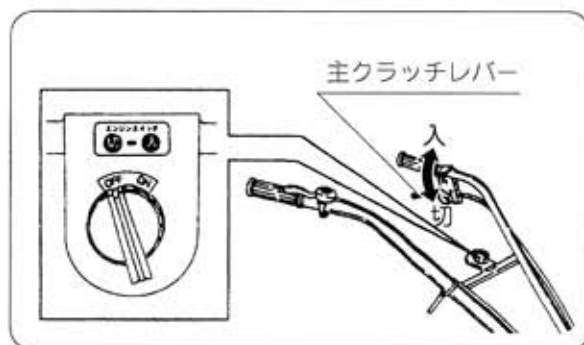

図13
- 1 主クラッチレバーを「切」位置にして、停止します。(図13)
- 3 停止スイッチを「切」位置にしてエンジンを停止します。(図13)